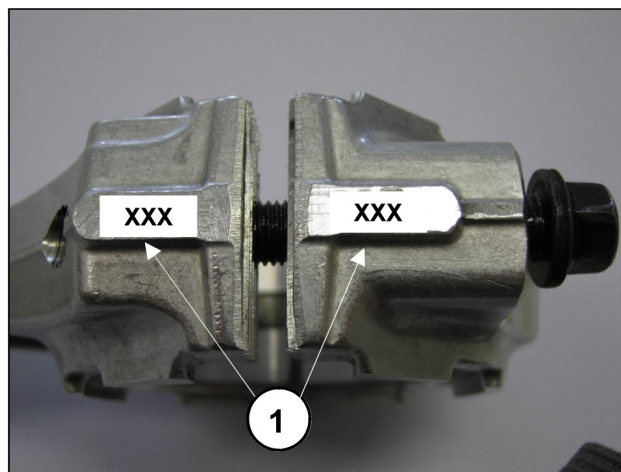

Fig. 9
- Acoplar los sombreretes de la biela a los correspondientes cilindros siguiendo la numeración (Fig. 9, pos. ①).